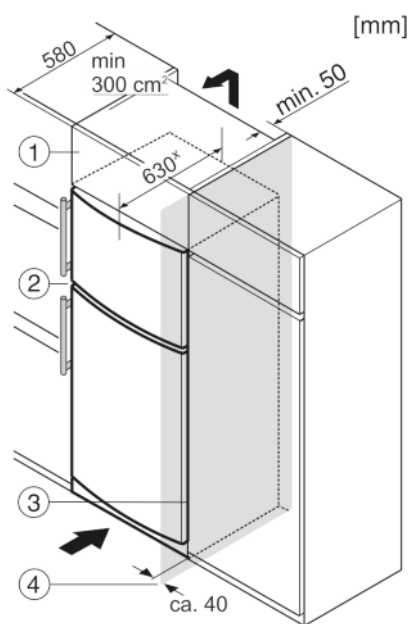

Fig. 10
Aparatul poate fi refăcut cu dulapuri de bucătărie. Pentru a aduce aparatul Fig. 10 (2) la același nivel cu mobilierul de bucătărie, se poate monta deasupra aparatului un dulap suspendat Fig. 10 (1).
La integrarea în dulapurile de bucătărie (adâncime maximă 580 mm), aparatul poate fi amplasat direct lângă dulapul de bucătărie Fig. 10 (3). Aparatul iese în afară în partea laterală cu 34 mm x, iar în centrul aparatului cu 50 mm x, în raport cu suprafața frontală a dulapului de bucătărie.
Atunci când aparatul este montat cu balamalele lângă un perete Fig. 10 (4), distanța dintre aparat și perete trebuie să fie de minim 40 mm. Această valoare corespunde proeminenței mânerului cu ușa deschisă.